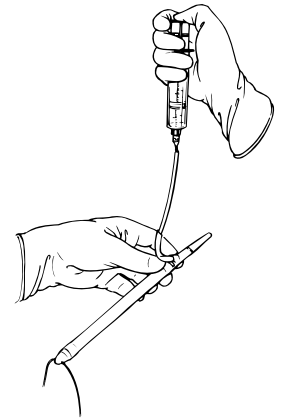

Figure 4-9.
- Tenez le cylindre par l'arrière, l'extrémité avant dirigée vers le bas, pour permettre la portion distale du cylindre de se remplir la première (**Figure 4-9**).